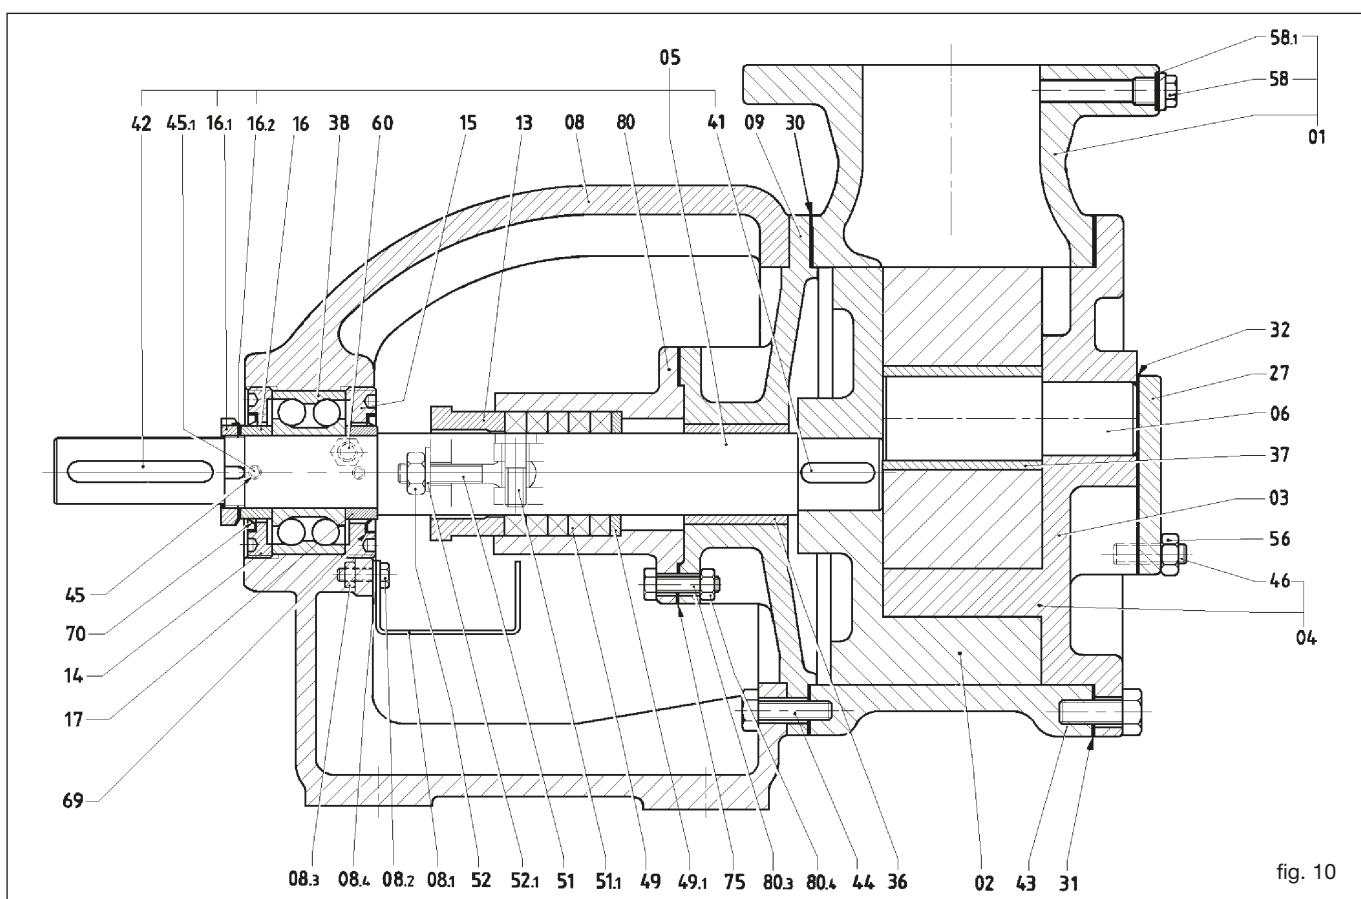

fig. 10
#### 11.1 Démontage du couvercle (04) (fig. 10)
#### 11.2 Démontage de la roue dentée (03) (fig. 10)
- Oter la roue du pivot (06), le coussinet en bronze (37) se trouve dans le trou central. Certaines versions ne possèdent pas cette douille et ont un pivot avec un diamètre plus grand.
#### 11.3 Démontage du pivot (06) (fig. 10)
#### 11.4 Démontage du corps (01) (fig. 10)
- Enlever les vis (44).
- Dégager le corps de la bride/ support (09) en veillant à ne pas abîmer le joint (30). Le remplacer si c'est le cas.
- La bride/ support doit rester dans le logement de centrage avec le support (08).
#### 11.5 Démontage du roulement à billes (38) (fig. 10)
- Enlever la clavette (42) de son logement sur l'arbre (05).
- Desserrer les boulons sans tête de sécurité (45).
- Enlever la frette qui recouvre le roulement (14) et l'entretoise (16).
- Bloquer le rotor (02) pour éviter que l'arbre ne tourne.
- Pousser l'arbre en dehors du roulement à l'aide d'une presse ou d'un extracteur. En effectuant cette dernière opération, il faut tenir compte que le rotor (02), la bride/ support (09) et le porte-garniture (80) s'enlèveront en même temps que l'arbre.
- Dévisser le graisseur (60), enlever la frette (15) et pousser le roulement en dehors du support (08) à l'aide d'une presse.
### 11.12 Démontage du coussinet en bronze du support (36) (fig. 10)
- Procéder comme indiqué dans les instructions aux points 11.1-11.2-11.4-11.5 pour les pompes avec une garniture respectivement à tresse ou mécanique et enlever entièrement l'arbre de la bride/ support (09).
- Enlever le rotor (02) à l'aide d'une presse.
### 12.1 Montage du roulement à billes (38) (fig. 10)
### 12.2 Montage du coussinet en bronze du support (36) (fig. 10)